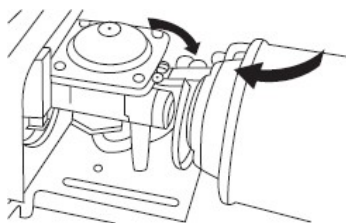

Fig. 2
- Ouvrez le couvercle de la cartouche de gaz et insérez la cartouche de gaz de manière à ce que l'espace de guidage soit aligné avec la fente du bord de la cartouche. Fermez ensuite le couvercle de la cartouche. (figure 2)